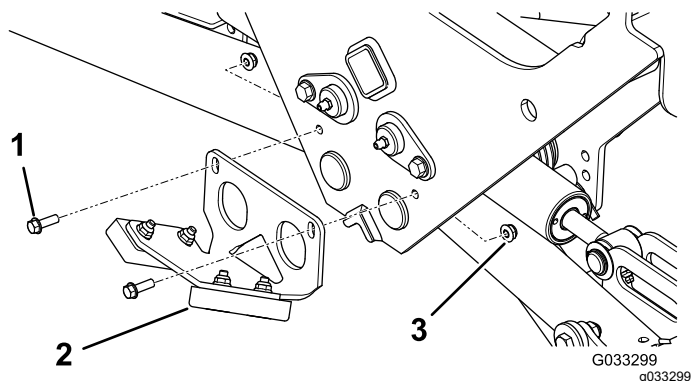

図 23
2. 後バンパーアセンブリを 図 23 のように取り付ける。